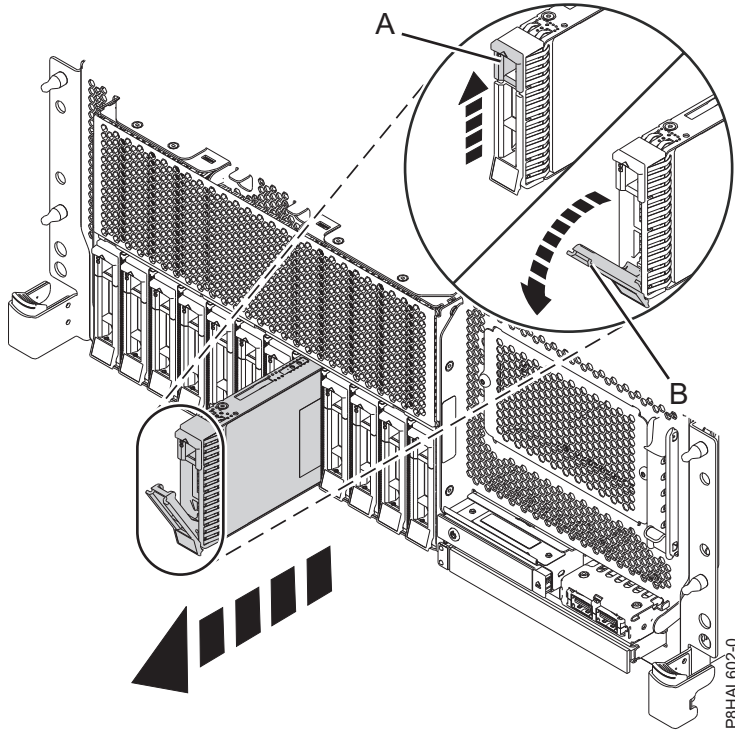

Figura 73. Extracción de una unidad de disco de un sistema de función base montado en bastidor
3. Cuando se encienda el LED de identificación con una luz fija, desbloquee el asa de la bahía de unidad (**B**) presionando el pestillo del asa (**A**) y tirando de él hacia usted, como se muestra en la Figura 73 en la página 84, Figura 74 en la página 84, la Figura 75 en la página 85 y la Figura 76 en la página 86. Si el asa no está extendida del todo, la unidad de estado sólido no se puede deslizar hacia fuera del sistema.